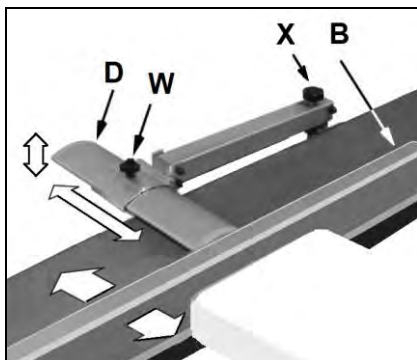

Рис. 23
Ослабьте ручку блокировки (W, рис. 23) чтобы отрегулировать положение ограждения ножевого вала (D) на упоре (B).